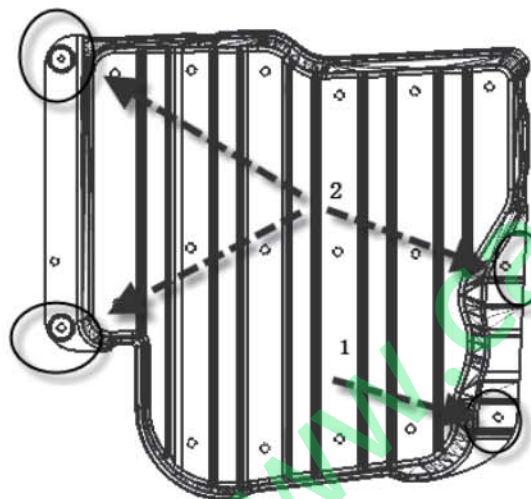

图 4-8-1 油管防护板的拆卸示意图
(1) 用按图 4-8-1 中箭头所示，用一字起在 1 孔处依次拆卸 1 个子母扣；
(2) 红色圈处用 10#套筒拆卸 3 个六角头自攻锁紧螺钉与平垫圈组合件。